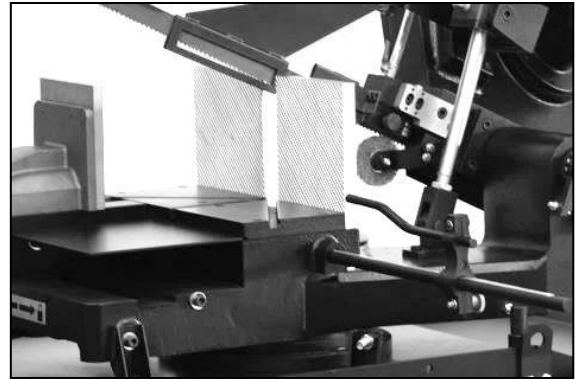

Abb. 6-4: Materialanschlagn
Der Materialanschlagn (Abb. 6-4) wird im Sägebetrieb für die Serienfertigung verwendet.
- Den Feststellhebel (N, Abb. 6-4) lösen.
- Die Führung am Griff (M) festhalten, um sie zu verstellen.